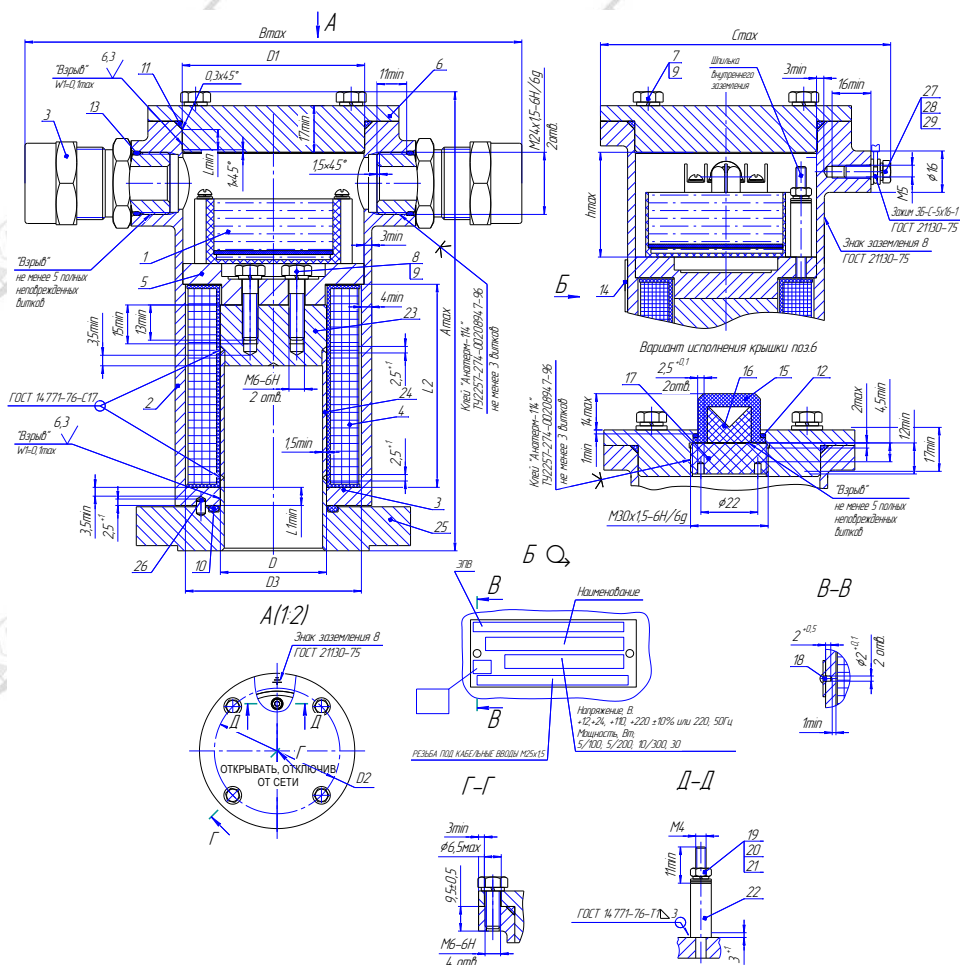

Рисунок 3. Привод. Чертеж средств взрывозащиты.
Обозначения на рис. 1а,б,в: 1–корпус(Сталь 10X18Н9Л ГОСТ 977-88), 2–камера(Сталь 14X17Н2 ГОСТ 5632-72), 3–трубка разделительная(Сталь 12X18Н10Т ГОСТ 5632-72/14X17Н2 ГОСТ 5632-72), 4–электромагнитный привод (см.рис.3)), 5–сердечник (Сталь 14X17Н2 ГОСТ 5632-72), 6–кольцо (фторопласт Ф4К20 ТУ 6-05-1413-76), 7–пружина (Проволока ВО-2 ТУ3-1002-77), 8–шток (Сталь 12X18Н10Т ГОСТ 5632-72), 9–затвор (Сталь 14X17Н2 ГОСТ 5632-72), 10–вкладыш (Сталь 14X17Н2 ГОСТ 5632-72), 11–вставка (Сталь 14X17Н2 ГОСТ 5632-72), 12–кольцо (фторопласт-4 ГОСТ 10007-80 Е), 13–гайка (Сталь 09Г2С ГОСТ 19281-89), 14–шток (Сталь 12X18Н10Т ГОСТ 5632-72), 16–ручка (Сталь 12X18Н10Т ГОСТ 5632-72), 17–скоба (Сталь 12X18Н10Т ГОСТ 5632-72), 18–втулка (Сталь 12X18Н10Т ГОСТ 5632-72), 20,21,23,24–кольца уплотнительные (резиновая смесь. Марка в зависимости от исполнения), 22–кольцо (фторопласт-4 ГОСТ 10007-80 Е), 25–винт А2 DIN127), 26– камера (Сталь 14X17Н2 ГОСТ 5632-72)/Датчик конечных положений затвора рис.5).
Электромагнитный привод (ЭПВ) представляет собой электромагнит постоянно-го тока со схемой управления режимом работы и состоит (см. рис.3) из корпуса 2 с двумя кабельными вводами и крышкой 6, катушки 4, прижимного фланца 5 и электронного блока управления 1 (модуль СФУ).
- заключения его электрических цепей во взрывонепроницаемые металлические оболочки по ГОСТ ИЕС 60079-1. Взрывоустойчивость оболочек проверяется при изготовлении испытаниями избыточным давлением 1,5 МПа. Сопряжения деталей, обеспечивающих взрывозащиту показаны на чертежах средств взрывозащиты (рисунок 3, 4, 5). На поверхностях, обозначенных "Взрыв" не допускаются раковины, забоины, вмятины, ржавчина, чернота, наличие краски и другие дефекты.
**7.2.2** Присоединить питающий кабель к приводу в последовательности (см. рис.3, 4, 6):